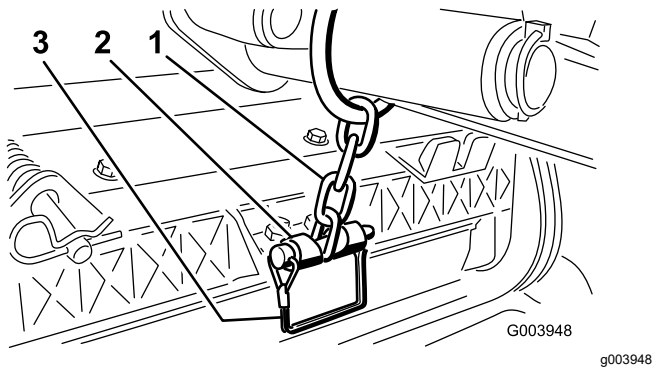

Figura 12
3. Sujete la cadena del brazo de elevación al soporte de la cadena con el pasador de seguridad (Figura 12).